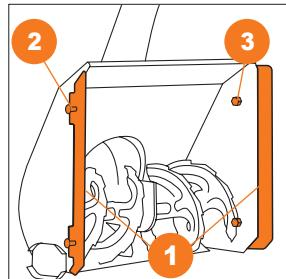

Рис. 16
- Закрепите расширители ковша 1 с двух сторон с помощью болтов 2 и гаек 3 (Рис. 16).